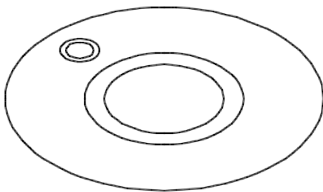

图 14-26 绘制“俯视”圆示例
4) 选择“视图”控件→“西南等轴测”命令，如图 14-26 所示。